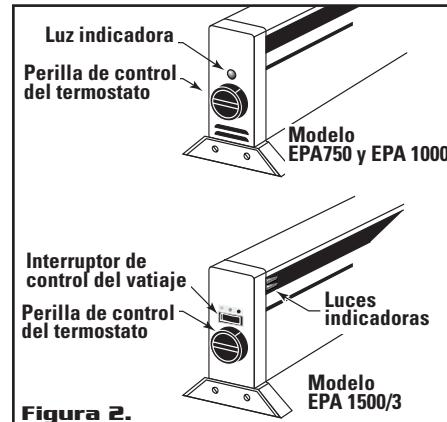

Figura 2.
- 1) Enchufe el cable eléctrico en un toma de corriente de 120 voltios (AC). El enchufe deberá calzar bien en el receptáculo para que haya una conexión eléctrica apropiada.
- 2) Haga girar la perilla de control del termostato en el mismo sentido que giran las manecillas del reloj hasta que la luz se ilumine indicando que el elemento de calefacción está encendido. Las unidades de vatajes múltiples del modelo EPA1500/3 cuentan con una segunda luz (indicando que la unidad está recibiendo energía eléctrica) y un interruptor para el control del vatiage. (Ver la Figura 2).